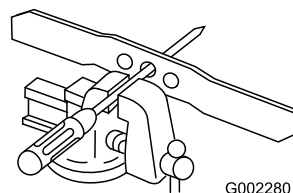

Figura 36
1. Compruebe el equilibrio de la cuchilla colocando el taladro central de la cuchilla sobre un clavo o el palo de un destornillador fijado horizontalmente en un torno de banco (Figura 36).